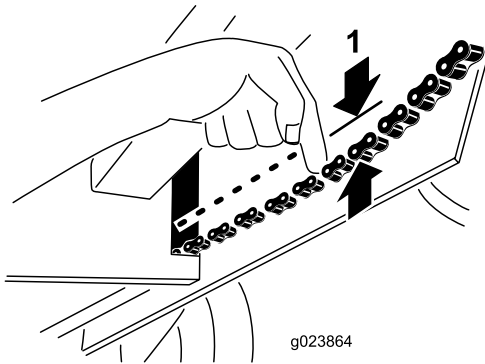

Figure 31
- Exercez une charge de 9 kg (20 lb) sur chaque chaîne près de l'ouverture du cadre (Figure 31). Si la chaîne fléchit de plus de 3 mm ($\frac{1}{8}$ po), tendez-la comme suit :